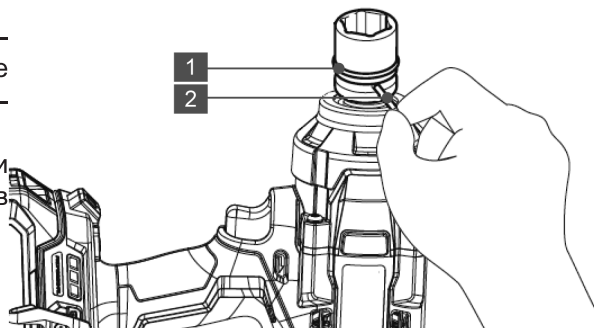

Рис. 6
- Сдвиньте уплотнительное кольцо (1) из канавки ударной головки и удалите штифт.
- Вставьте штифт (2) через отверстие в ударной головке и квадратном хвостовике.
- Для снятия ударной головки выполните процедуру установки в обратном порядке (рис. 6)